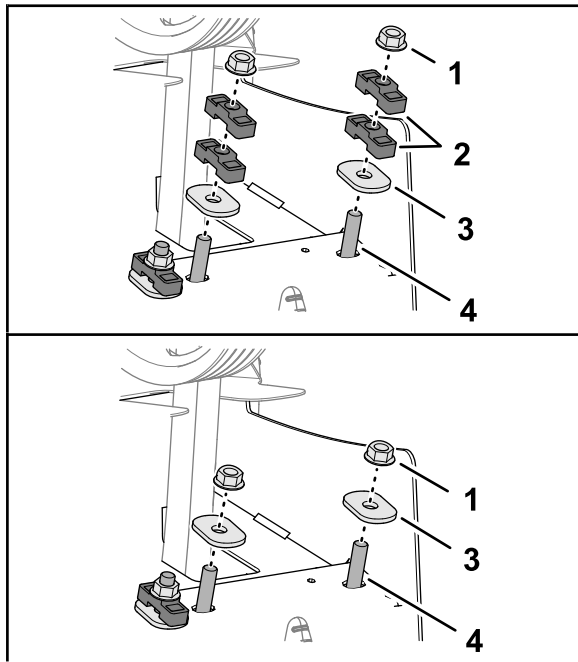

Figura 123
6. Fije el eje del amortiguador y los espaciadores en el bastidor trasero con las arandelas ovaladas endurecidas y las contratuercas (**Figura 123**).